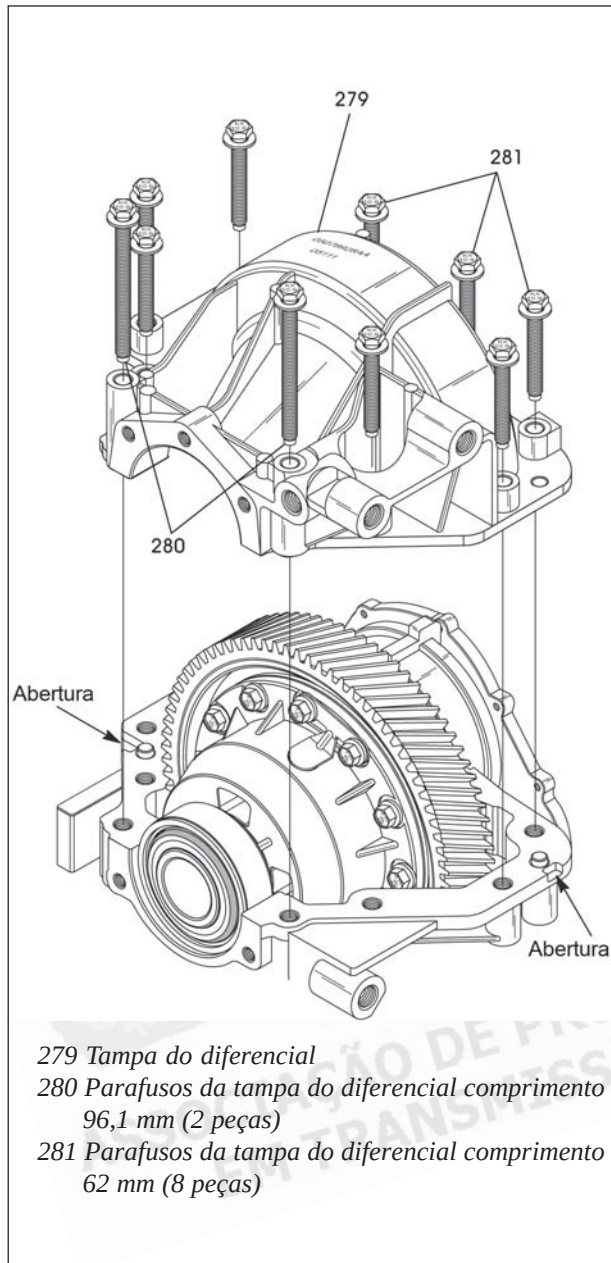

Figura 89
90. Remova os dez parafusos de fixação da tampa do diferencial, conforme mostra a figura 89.
91. Remova a tampa do diferencial, conforme mostrado na figura 89.
Existem duas aberturas na carcaça para se inserir duas chaves grandes de fenda que permitirá desalojar a tampa do diferencial da carcaça da transmissão, conforme mostra a figura 89.